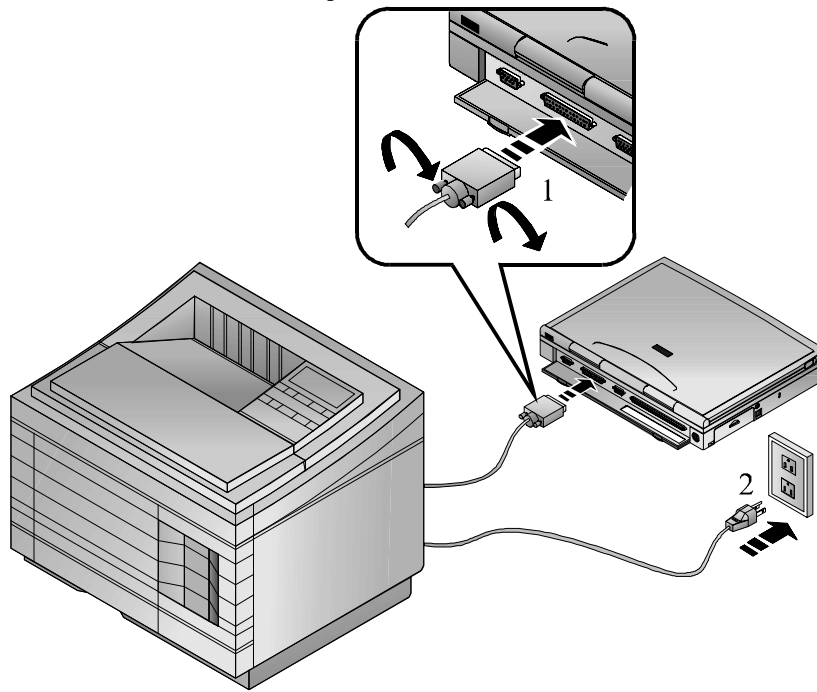

Figura 4-2: Collegamento di una stampante
1. Collegare il cavo segnale della stampante alla porta parallela sul retro del notebook. Serrare le viti a testa zigrinata (figura 4-2, passo 1).
2. Collegare il cavo di alimentazione della stampante a una presa a parete (figura 4-2, passo 2).